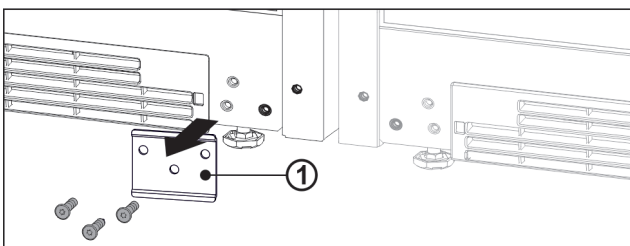

Fig. 13
- ▶ Nëse llamarina Fig. 13 (1) mbuluese është montuar, lironi llamarinën.